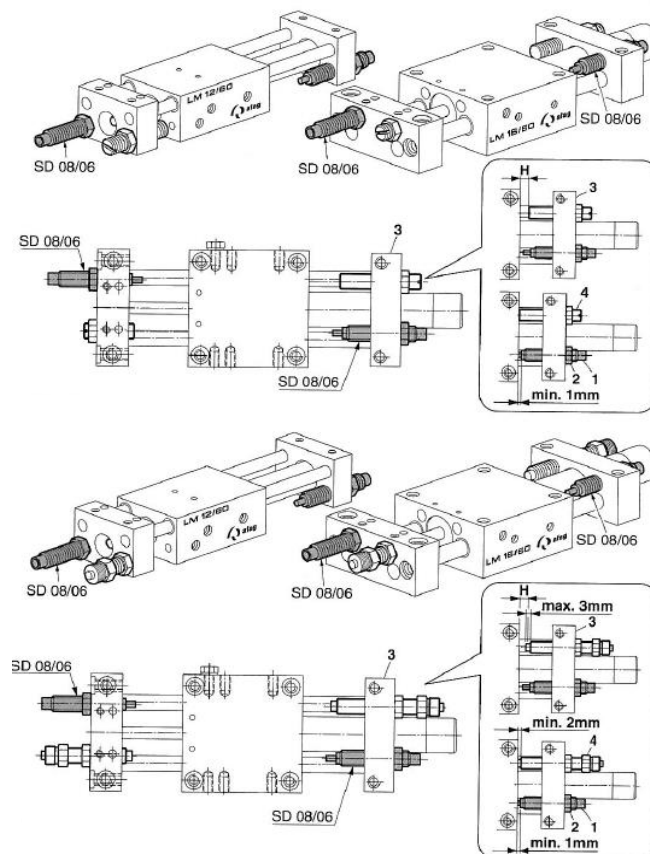

Abb. 18 Einstellen der Stossdämpfer
2. Stossdämpfer (Abb. 18, 1) soweit hindrehen, bis der Stift noch mindestens 1 mm hervorsteht.
3. Stossdämpfer mit Befestigungsmutter (Abb. 18, 2) sichern.
Der Hub (H) muss durch den Anschlag (Abb. 18, 4) begrenzt werden - nicht durch den Stossdämpfer!